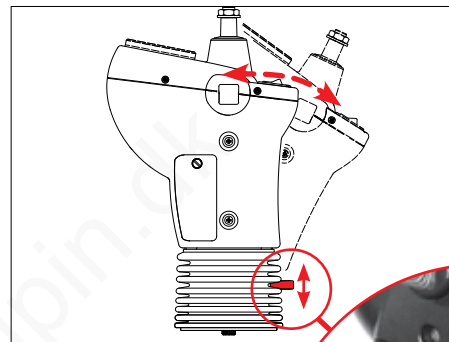

Fig. 26
1. Aktiver indstillingsarmen (Fig. 26).